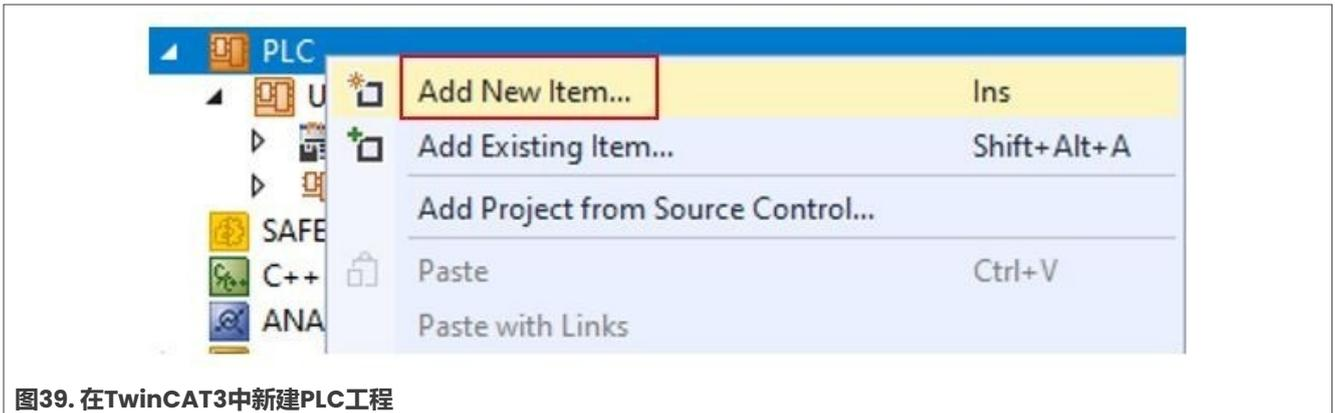

图39. 在TwinCAT3中新建PLC工程
1. 首先，新建一个PLC工程。右键单击PLC，然后单击Add New Item，如图39所示。